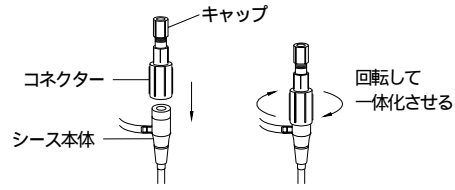

図4
1. 血管内に留置しているシースに、本品のコネクター部を時計方向に回して締め込み、シース本体と一体化させる（図4参照）